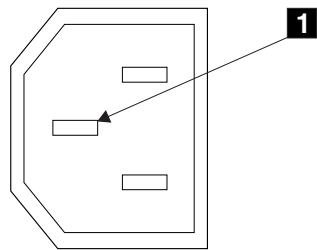

Abbildung 2. Schutzleiterkontakt
6. Führen Sie eine Durchgangsprüfung zwischen dem Rahmen des SAN Volume Controllers und dem Schutzleiterkontakt der einzelnen Hauptnetzteilanschlüsse aus. Der Schutzleiterkontakt ist in Abbildung 2 mit 1 gekennzeichnet.